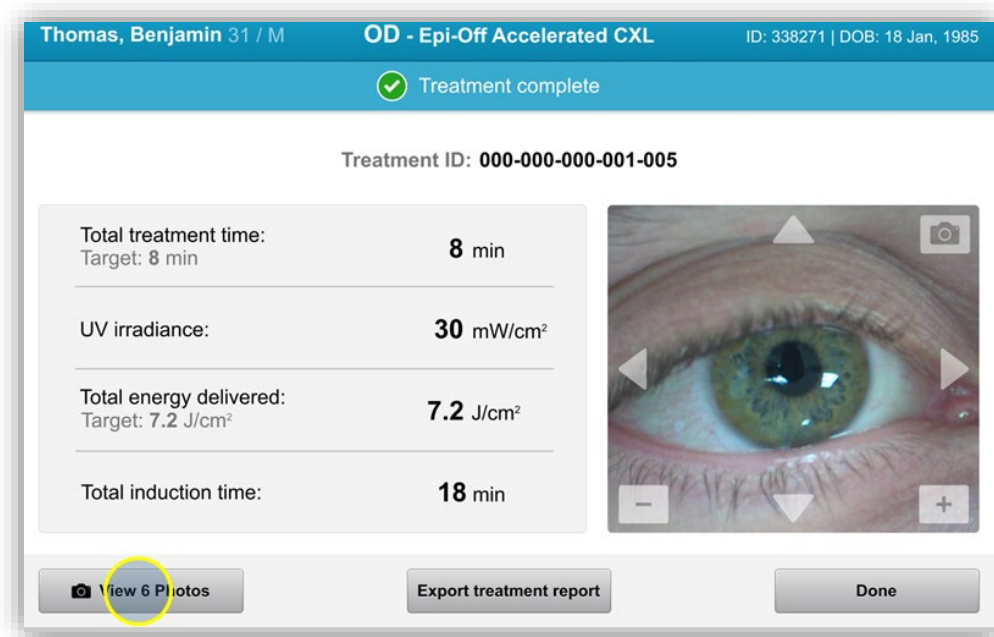

Figura 3-33. Pantalla Tratamiento completado (Treatment Complete)
- Al finalizar el tratamiento, aparecerá un resumen de los parámetros de tratamiento, y la pantalla mostrará “Tratamiento completo” (Treatment complete), tal como se muestra en la figura 3-33.
- Seleccione “Ver fotos” (View Photos) para acceder a la galería de fotos, tal como se muestra en la figura 3-33.